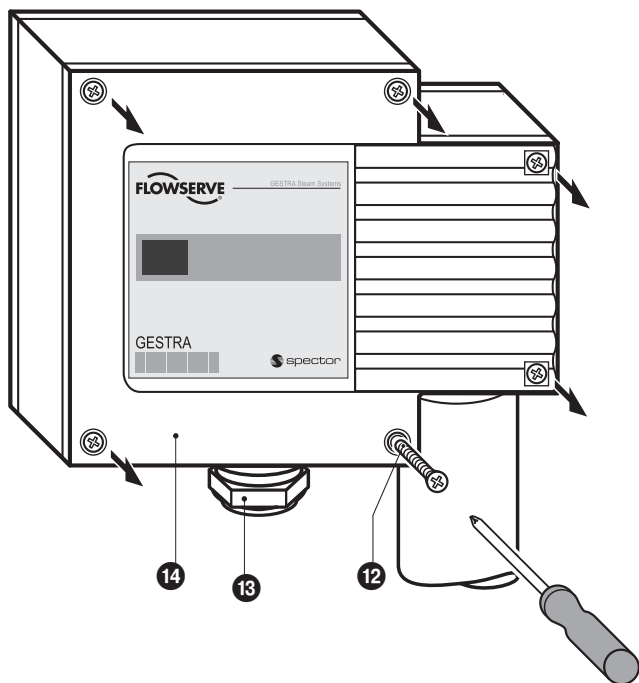

Рис. 13
1. Ослабить винты **12** и снять крышку корпуса **14**. **Рис. 13**. На эту крышку указывает стрелка на фирменной табличке.
1. Ослабить винты **12** и снять крышку корпуса **14**. **Рис. 13, 14**